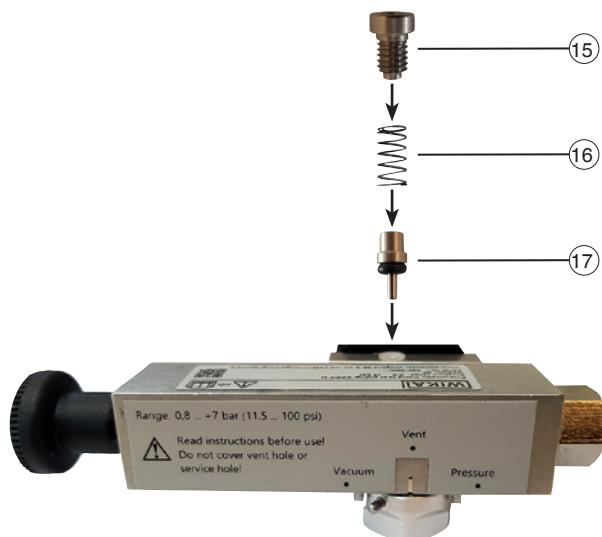

Fig. 1 - Colocación de la válvula de retención
- ▶ ¡Prestar atención al orden correcto de los componentes (véase Fig. 1 “Colocación de la válvula de retención”)!
5. Cerrar nuevamente la abertura (18) con el tornillo (15).